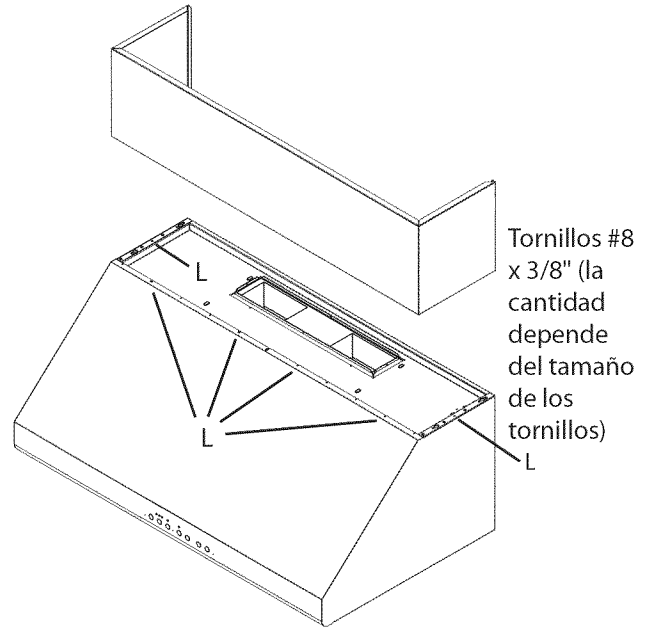

**Figura 9: Ubicación de los agujeros en forma de cerradura**
13. Cuelgue la campana de los tornillos del soporte de madera. Use los agujeros en forma de cerradura identificados con la letra "I" en la Figura 9. Asegúrese de que el soporte de madera quepa en el espacio de la parte trasera de la campana.
16. Desde el interior de la campana, atornille los tornillos (#8 x 5/8") en los agujeros situados frente al soporte de madera. Vea los agujeros identificados con la letra "J" (Figura 9).